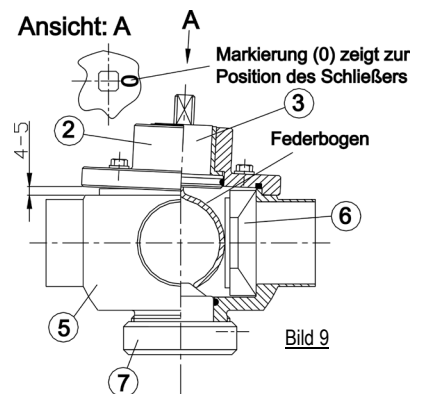

Bild 9
- Einsetzen der Lagerbuchse (9) in den Ventildeckel (2).
- Einsetzen der O-Ringe (4), (8) und (10).
- Zusammenfügen der Ventilspindel mit Federbogen (3) und des Ventildeckels (2). Die Markierung (0) am Vierkant der Ventilspindel (3) beachten → zeigt die Position des Schließers (6) an (siehe Bild 9).
- Einsetzen des Schließers (6) in den Ventilkörper (5).
- Montage der Ventilspindel mit Federbogen (3) zusammen mit dem Ventildeckel (2) an den Ventilkörper (5) wie folgt:
- Der Federbogen der Ventilspindel (3) ist so ausgelegt, dass er auf den Schließer (6) bei der Montage einen definierten Druck ausübt. Hierbei steht der Ventildeckel (2) aufgrund der Federvorspannungscharakteristik auf der gegenüberliegenden Seite des Schließers ca. 4-5mm vom Ventilkörper (5) nach oben ab (siehe Bild 9).
- Um den Schließer (6) nicht zu beschädigen, darf er beim Einbau in den Ventilkörper (5) nicht gegen einen Ventilausgang gesetzt werden, sondern muss zur Rückwand zeigen.**
- Fixieren des Handhebels (1) in seiner gewünschten Position.
**Hinweis:** Wenn das Bogenventil / Molchweiche mit einem pneumatischen Antrieb versehen wird, muss vor der Antriebsmontage der Vierkant der Ventilspindel (3) mithilfe eines Gabelschlüssels und der Markierung (0) in die gewünschte Position des Schließers gedreht werden.
- Befestigungsschrauben (12) des Ventildeckels ansetzen und anziehen.
- Anzugmutter (7) mit Stirnlochschlüssel und Drehmomentschlüssel an den Ventilkörper (5) schrauben und mit 4Nm anziehen.
**Alternativ:** Anzugmutter (7) von Hand so weit als möglich (ohne Zuhilfenahme eines Werkzeuges) an den Ventilkörper (5) schrauben, Ventil mehrmals schalten (ca. 5-mal) und dann noch einmal die Anzugmutter (7) von Hand und/oder mit Stirnlochschlüssel leicht nachziehen (ca. 90°).
- Anschließend Anzugmutter (7) mit seitlichem Gewindestift (13) gegen Verdrehen sichern.